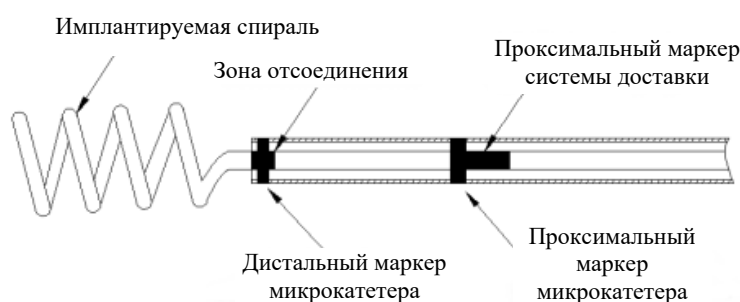

Рисунок 2. Положение маркеров при отсоединении спирали
(7) Визуально убедитесь в том, что инфузия промывочного раствора осуществляется нормально. Подтвердив это, ослабьте зажим ПГК настолько, чтобы можно было перемещать систему доставки и чтобы это не повлияло на процесс непрерывной промывки.
(8) Под рентгеноскопическим контролем медленно выдвиньте спираль ECS из наконечника микрокатетера. Продолжайте перемещать спираль ECS внутри поражения до достижения ее оптимального положения. При необходимости измените ее положение. Если спираль имеет неподходящий размер, извлеките ее и замените другим устройством.
(9) Перемещайте спираль в нужное положение до тех пор, пока проксимальный рентгеноконтрастный маркер системы доставки не достигнет проксимального маркера микрокатетера. В этот момент проксимальный конец спирали будет находиться внутри микрокатетера (см. рисунок 2).